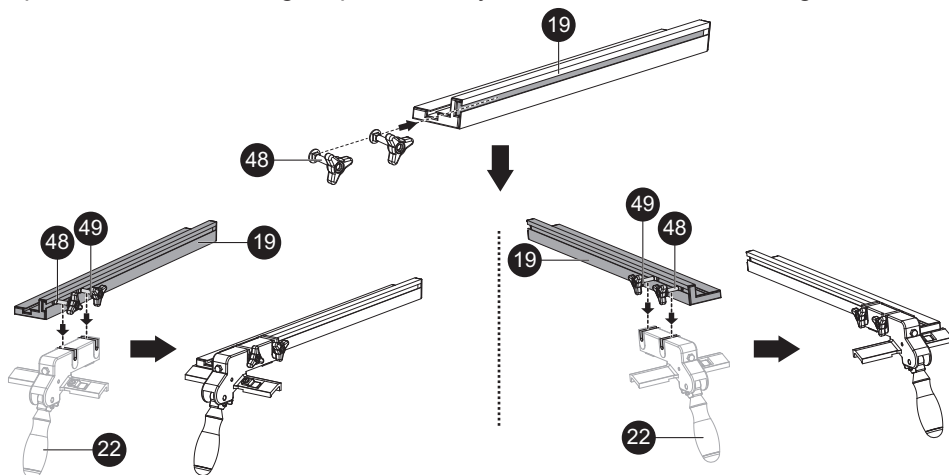

Fig. 4d
- > Cuando corte una pieza de trabajo delgada, fije la palanca de bloqueo de la guía paralela de corte a la guía paralela tal y como se muestra en la Fig. 4d.